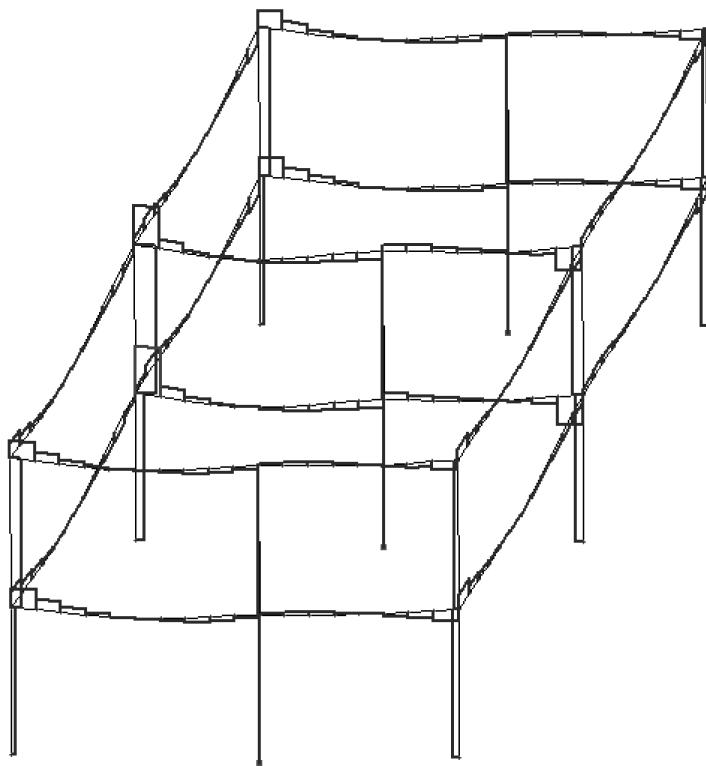

Рис.4.26. Эпюры поперечных сил Q_z
- Для вывода эпюры Q_z (рис. 4.26), выполните пункт меню Усилия ⇒ Эпюры ⇒ Эпюры поперечных сил **(Q_z)** (кнопка на панели инструментов).